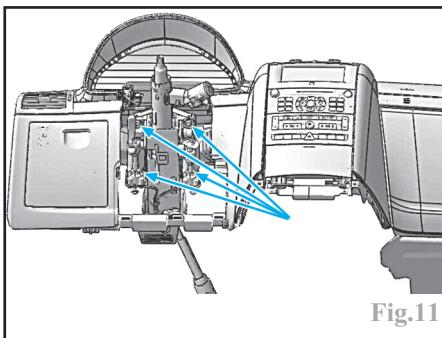

Fig.11
- les 4 vis de fixation et la colonne de direction (Fig.11).